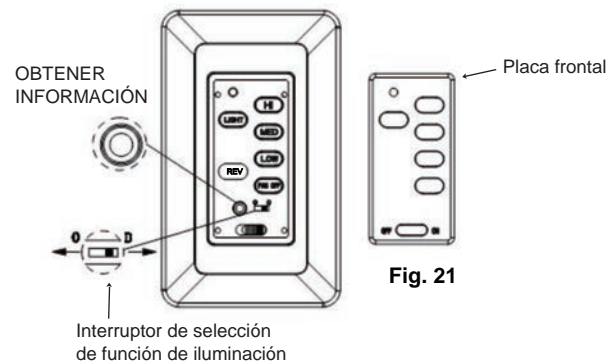

Fig. 21
## ACTIVACIÓN DEL PROCESO DE OBTENER INFORMACIÓN (FIG. 21)
1. Utilice un destornillador plano pequeño y retire suavemente la placa frontal de la parte superior del transmisor de pared. (Fig. 21)
2. Una vez finalizada la instalación, encienda la CA y el INTERRUPTOR  estará en posición ON dentro de los 30 segundos, oprima el botón LEARN (OBTENER INFORMACIÓN) durante 3 segundos. El ventilador se encenderá a velocidad media y se encenderá la luz (si estuviera instalada). Esto confirma que la configuración de SINCRONIZACIÓN INTELIGENTE está activa y funciona de manera adecuada. (Fig. 21)
## INTERRUPTOR DE SELECCIÓN DE FUNCIÓN DE ILUMINACIÓN (Fig. 21)